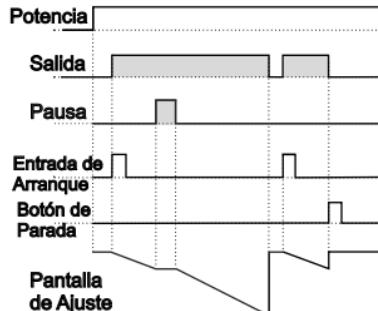

Figura 1.1
1.1.1 Si Conteo Descendente $dEc\ddot{t} = 1$ y $but\ddot{F}$ es $o-n$, el diagrama de control se muestra la figura 1.1.